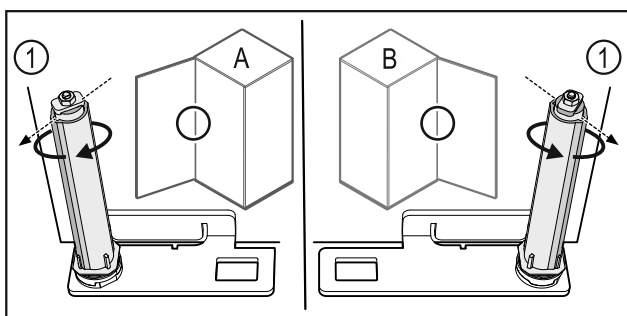

Fig. 61 Tope izquierdo (A) / tope derecho (B)
- Girar el sistema de cierre contra la resistencia hasta que el alma del sistema de cierre Fig. 61 (1) apunte hacia afuera.